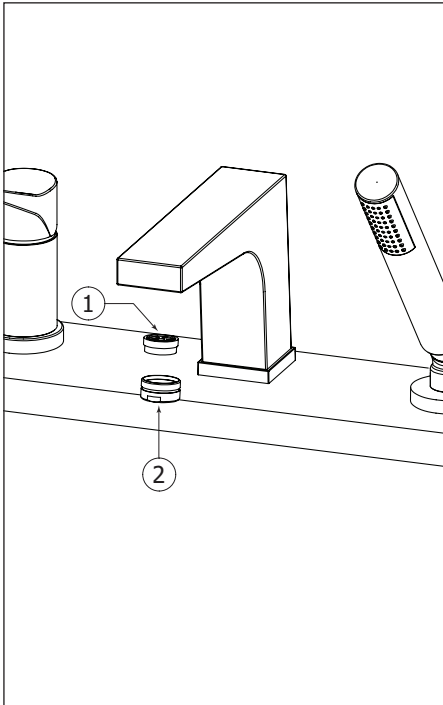

Fig.7
To clean the aerator (1), unscrew the aerator case (2) from the spout. Then pull out the aerator and soak it in a vinegar and water solution to remove lime build-up. Once parts have been cleaned, reassemble by reversing steps. Fig.7.
Pour nettoyer l'aérateur (1), dévisser le boîtier de l'aérateur (2) du robinet. Ensuite, enlever l'aérateur et le tremper dans un mélange de vinaigre et d'eau pour retirer le calcaire qui pourrait s'y être accumulé. Une fois les pièces nettoyées, inverser les étapes pour réassembler l'aérateur. Fig.7.